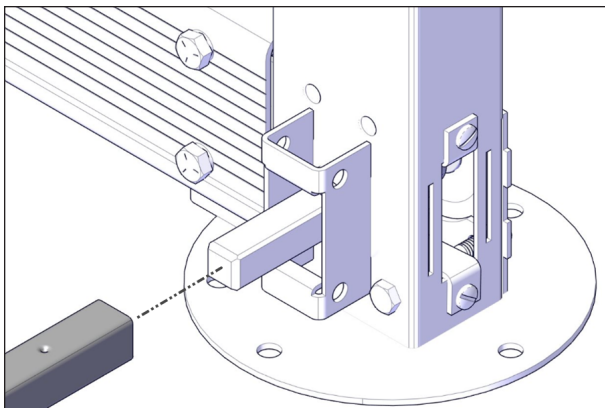

FIGURE 36: INSTALLATION DE L'ARBRE D'ENTRAÎNEMENT
8. Glisser l'arbre d'entraînement creux sur l'arbre d'entraînement du pied dans le bas du vérin de gauche côté moteur, voir Figure 36.